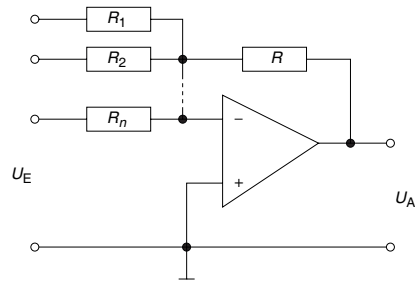

Abbildung 5: Schaltbild eines Addierers
5. Bauen Sie eine Additionsschaltung gemäß Abb. 5 mit der Verstärkung Eins auf. Verwenden Sie Eingangssignale aus zwei verschiedenen Funktionsgeneratoren. Nehmen Sie die Ein- und Ausgangssignale mittels CASSY für den Fall gleicher (ca. 100 Hz) und verschiedener (ca. 100 und 150 Hz) Frequenzen auf. (sinusförmiges Signal)